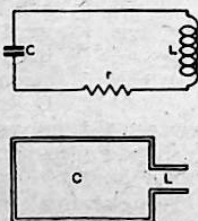

Fig. 6
Fig. 6 toont deze resonator, tezamen met het vervangingsschema. We zien hier weer een combinatie van een elastisch element (de lucht in de kamer die op de „pijp” na geheel gesloten is) en een massa in de vorm van een hoeveelheid lucht in de hals of pijp. Er is enige demping door absorptie van de wanden en door straling aan het open einde en deze is voorgesteld door r . Dat tussen beide luchtmassa's resonantie kan optreden is iets lichter in te zien als men bedenkt, dat bij inkrimpen of uitzetten van de elastische massa C de massa L in de pijp wordt verplaatst.
Uit wat omtrent fig. 6 is opgemerkt volgt, dat de afstemming van de kast door het volume van twee verschillende ruimten wordt bepaald, nl. dat van de pijp (L) en dat van de kast zelf (C). Bij elke waarde van L zal dus een passende C te vinden zijn en omgekeerd, evenals bij elektrische trillingskringen. Dit is ook werkelijk het geval, alhoewel de praktijk grenzen stelt aan bepaalde maten. Een grens ontmoeten we bij de keuze van de lengte van de pijp. Ook al laten we alles weg wat pijp kan heten, dan blijft toch nog de materiaaldikte van de voorwand over en die mag niet te gering zijn.